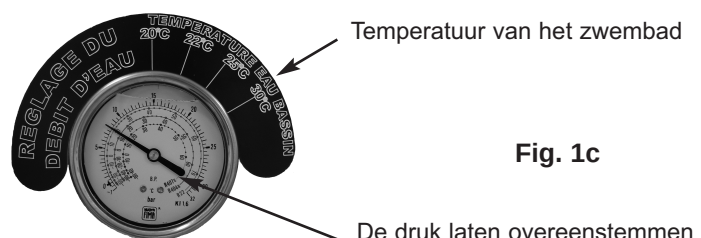

Fig. 1c
- Sluiten geleidelijk klep nr. 2 zodat de waterdruk zich aan de temperatuur van het bad kan aanpassen met behulp van de manometer die zich aan de zijkant van de pomp bevindt (Fig. 1c).